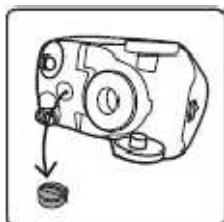

fig.31
2. Coloque la base de lado y busque el tapón de vaciado situado debajo del aparato. (fig.31)